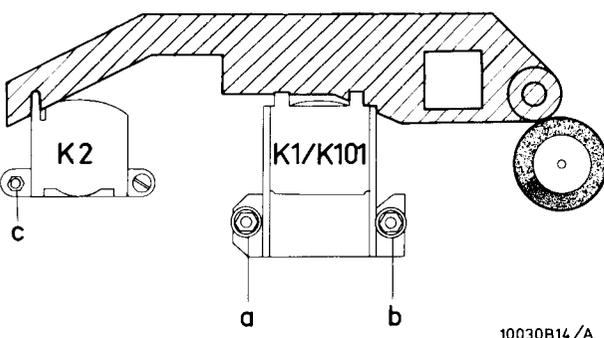

Fig. 6
a. Höhe des Aufnahme-Wiedergabekopfes (Abb. 6)
b. Azimuth Aufnahme-Wiedergabekopf (Abb. 6)